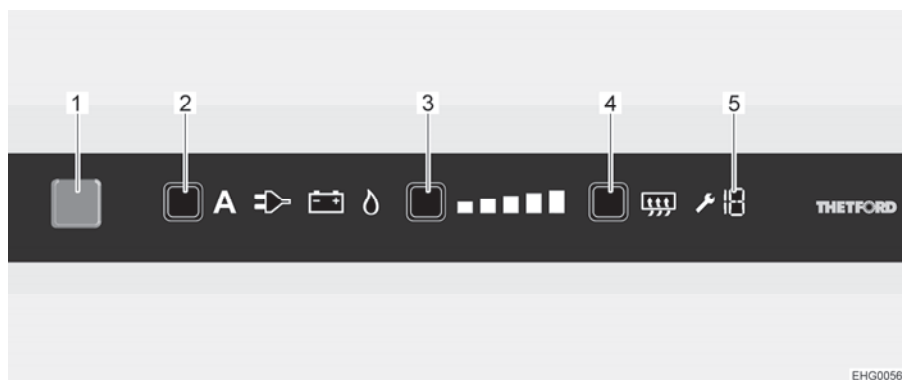

Fig. 136 Touchscreen LCD
- Premere il tasto On/Off (Fig. 136,1) per 1 secondo. Il tasto si illumina di blu. Viene visualizzata l'ultima impostazione selezionata.
- Premere il tasto di selezione energia (Fig. 136,2) più volte, fino a che risulta selezionata la fonte energetica desiderata.
- Premere il tasto del livello di refrigerazione (Fig. 136,3) più volte, fino a che risulta selezionato il livello di refrigerazione desiderato. Il livello di refrigerazione attuale viene indicato dalle barre luminose.
- Premere il tasto On/Off (Fig. 136,1) per ca. 2 secondi. Tutte le spie si spengono. Il frigorifero è spento.